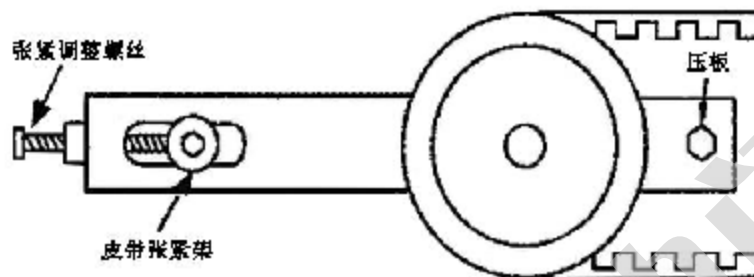

图 6
- B、用 4mm 内六角扳手调整张紧轮左侧的黑色张紧调整螺钉（见图 6），直至皮带进一步拉紧，以整条皮带中部不严重下垂为准。